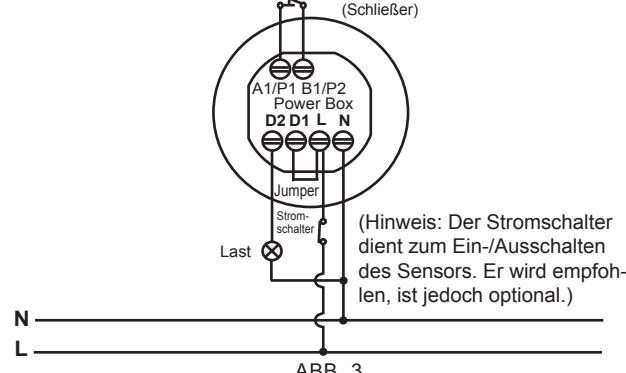

ABB. 3
- Ein Sensor steuert eine Last (siehe ABB. 3).
3.3.4.5 Montieren Sie den Sensorkopf mit der Power Box gemäß ABB. 13. Die korrekten Kabelanschlüsse sind anschließend den Schaltplänen zu entnehmen (siehe ABB. 3 - ABB. 8).